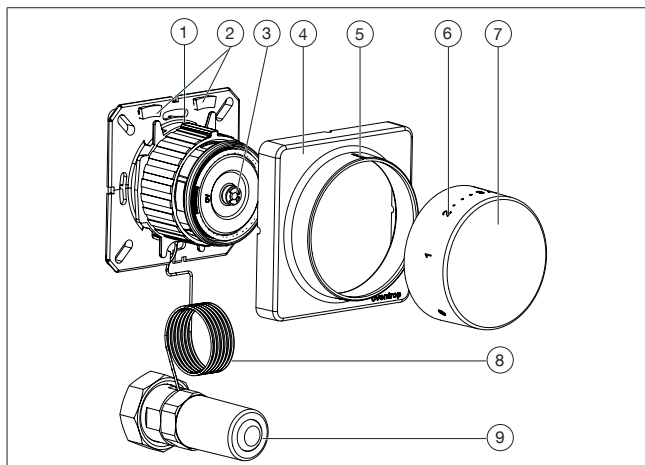

Fig. 1: Configuration de la tête thermostatique « Uni FHU »
Régler la température ambiante souhaitée sur la poignée manuelle (voir Fig. 1 en page 27).
1. Démonter le capot (voir Fig. 1 en page 27 (4)).
1. Démonter le capot (voir Fig. 1 en page 27 (4)). Régler la poignée manuelle sur la valeur souhaitée (voir 3.3 en page 28).
2. Faire sortir les clips de limitation (voir Fig. 1 en page 27 (2)) du support mural et les insérer dans les rainures derrière la poignée manuelle à droite et à gauche de la valeur réglée (ergot de butée).
1. Démontez le capot (voir Fig. 1 en page 27 (4)). Réglez la poignée manuelle sur la valeur inférieure de votre plage de température souhaitée (voir 3.3 en page 28).
2. Faire sortir un des clips de limitation (voir Fig. 1 en page 27 (2)) du support mural et l'insérer dans la rainure à gauche de la valeur inférieure de la plage de température souhaitée. Selon l'exemple : chiffre « 2 ».
4. Faire sortir le deuxième clips de limitation (voir Fig. 1 en page 27 (2)) du support mural et l'insérer dans la rainure à droite de la valeur supérieure de la plage de température souhaitée. Selon l'exemple : chiffre « 3 ».
2. Tourner l'unité de capteur vers la droite (voir Fig. 1 en page 27 (3)) jusqu'en butée.